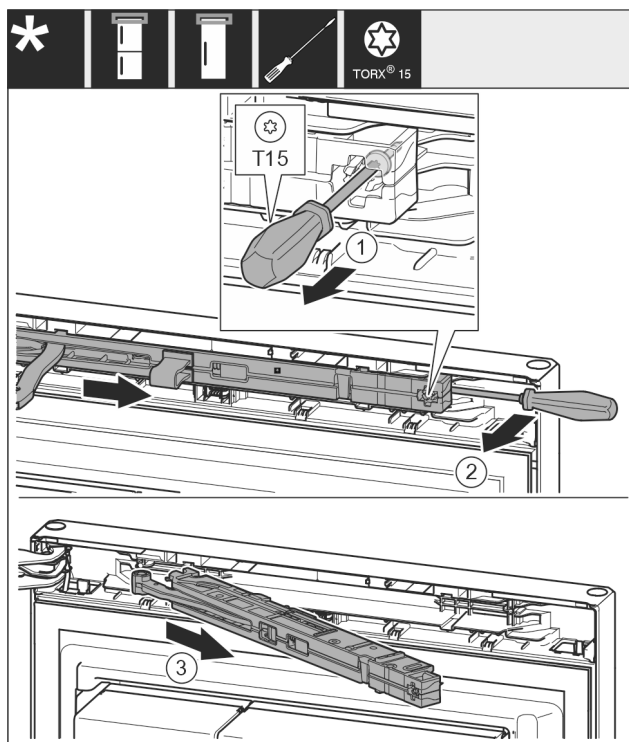

Fig. 8
- ▶ Allentare la vite di ca. 14 mm sull'unità ammortizzatore di chiusura con il cacciavite T15. Fig. 8 (1)
- ▶ Spingere con un cacciavite sul lato maniglia dietro l'unità ammortizzatore di chiusura e ruotarla in avanti. Fig. 8 (2)
- ▶ Estrarre l'unità ammortizzatore di chiusura. Fig. 8 (3)